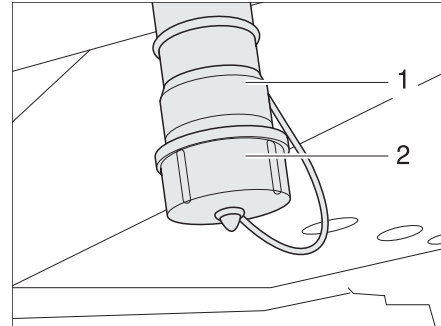

Bild 243 Abwasser-Ablaufstutzen
An den Abwasser-Ablaufstutzen (Bild 243,3) kann eine Schlauchleitung angeschlossen werden.
- Abdeckkappe (Bild 243,4) am Abwasser-Ablaufstutzen (Bild 243,3) durch eine viertel Drehung im Uhrzeigersinn entriegeln und abnehmen.